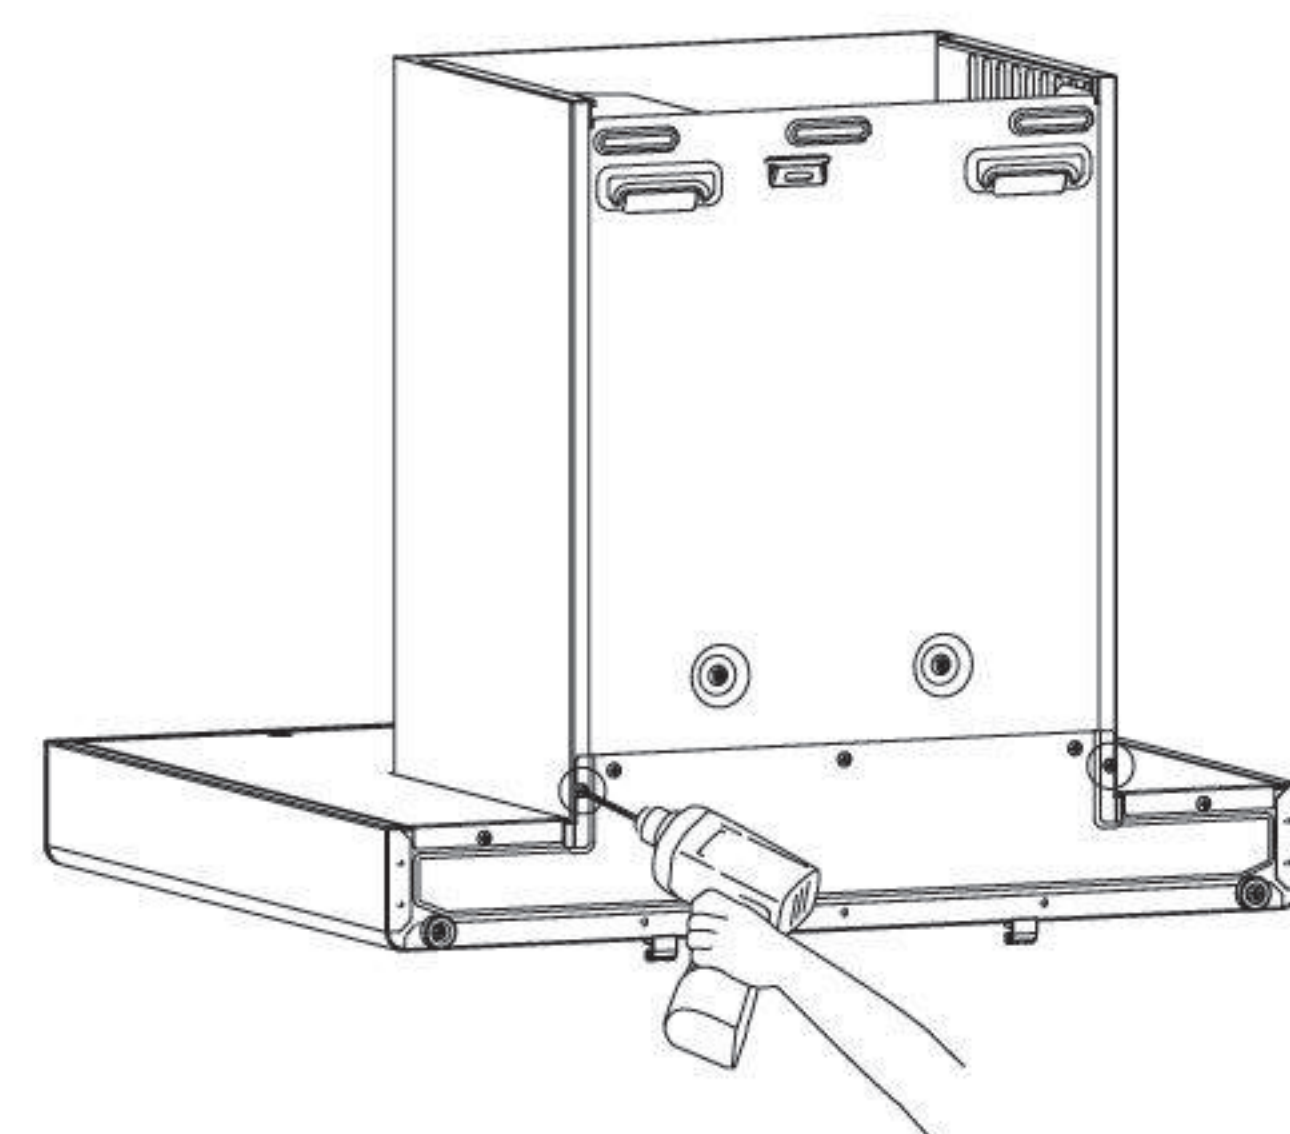

Fig.8
2. 取下风机外罩、装饰罩:用螺丝刀取下主机背后固定风机外罩的2颗螺钉(见Fig.8),然后双手抓住风机外罩和装饰罩向上将其取出(见Fig.9);